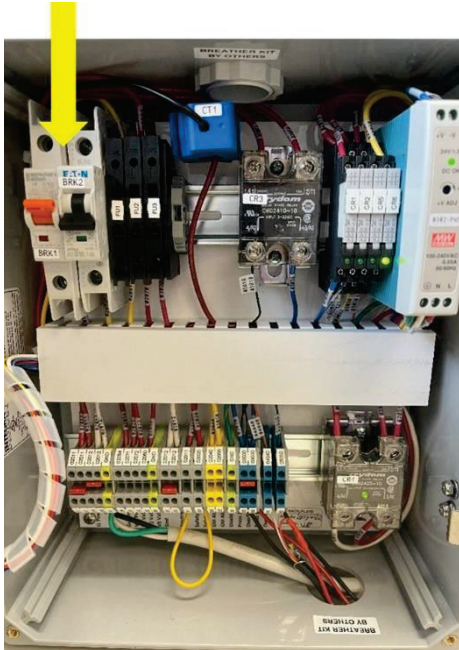

Figura 9-3: Bomba de vacío BRK1
4. Encuentre el disyuntor del motor de la bomba de vacío (**Vea la Figura 9-2, elemento n.º 20**) y tome nota de los números y ubicaciones de los cables. **Vea la Figura 9-3.**
- **Vea la figura 9-3.**
Vea la Figura 9-3.